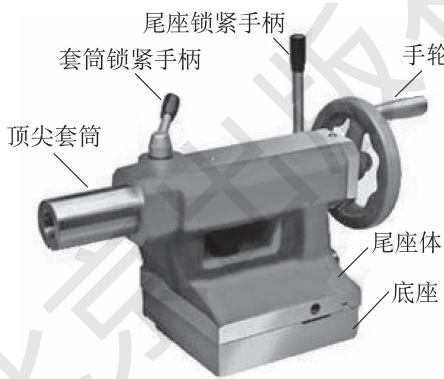

图 1-9 尾座示意图
(2) 尾座：(图 1-9) 尾座用于安装后顶尖以支持工件，或安装钻头、铰刀等刀具